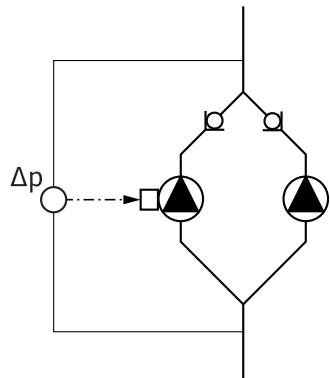

Fig. 13: Eksempel, tilslutning differenstryk-transmitter
- I eksemplet på fig. 13 er masterpumpen venstre pumpe i flowretning. Tilslut differenstryktransmitteren ved denne pumpe. Differenstryktransmitterens målepunkter på masterpumpen skal være i det tilhørende samlerør på dobbeltpumpeanlæggets suge- og trykside (fig.13).